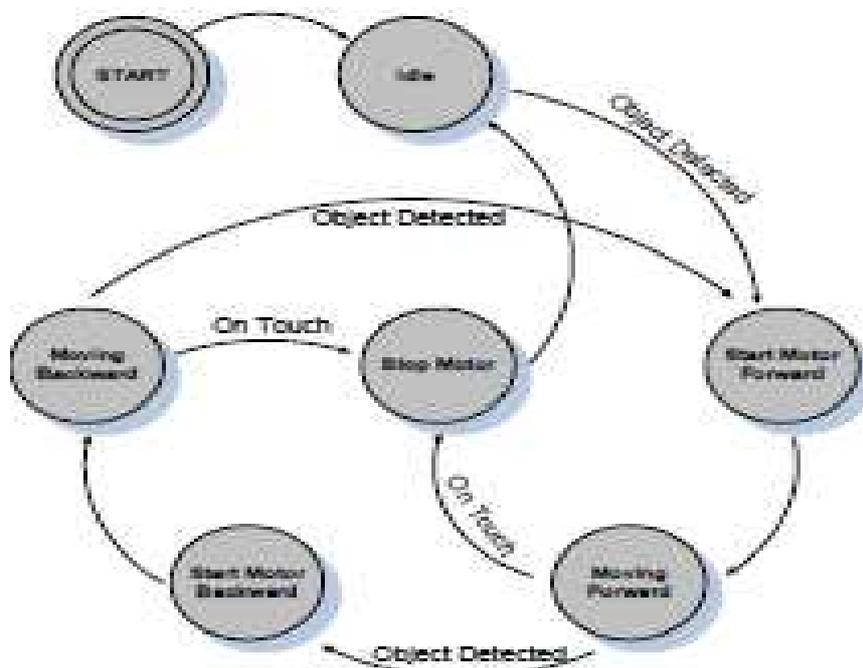

Figura 159: Diagrama de estado.
**Taller:** Implemente el diagrama de estado mostrado en la Figura 159.